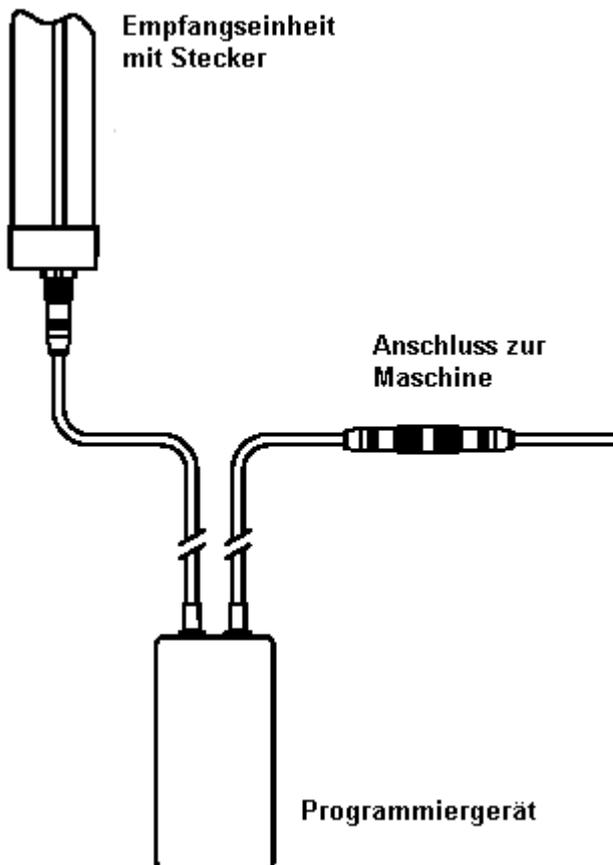

Bild 7
Die BPU3 Programmier-Einheit wird in Reihe zwischen Empfänger und Maschine angeschlossen (siehe Bild 7).
1. Verbinde das Programmiergerät mit der Empfangseinheit und der Maschine wie in Bild 7 dargestellt. Alle 4 LED Indikatoren leuchten auf, wobei der (die) LED Indikator(en) des eingestellten Modus blinkt (en).